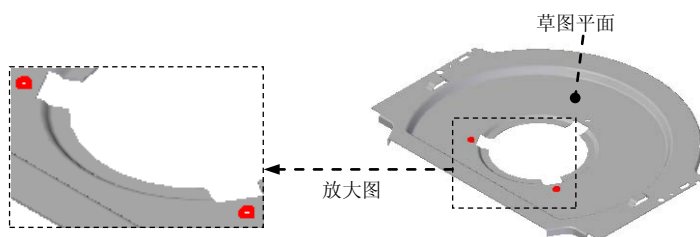

图 8.5.37 阵列特征 1
(4) 单击 **完成** 按钮, 完成特征的创建。
Step15. 创建图 8.5.37 所示的阵列特征 1。
(1) 选取要阵列的特征。选取上一步创建的法向除料特征 4 为阵列特征。
(2) 选择命令。单击“主页”功能选项卡“阵列”工具栏中的  阵列 按钮。
(3) 定义要阵列草图平面。选取图 8.5.37 所示的模型表面为阵列草图平面。